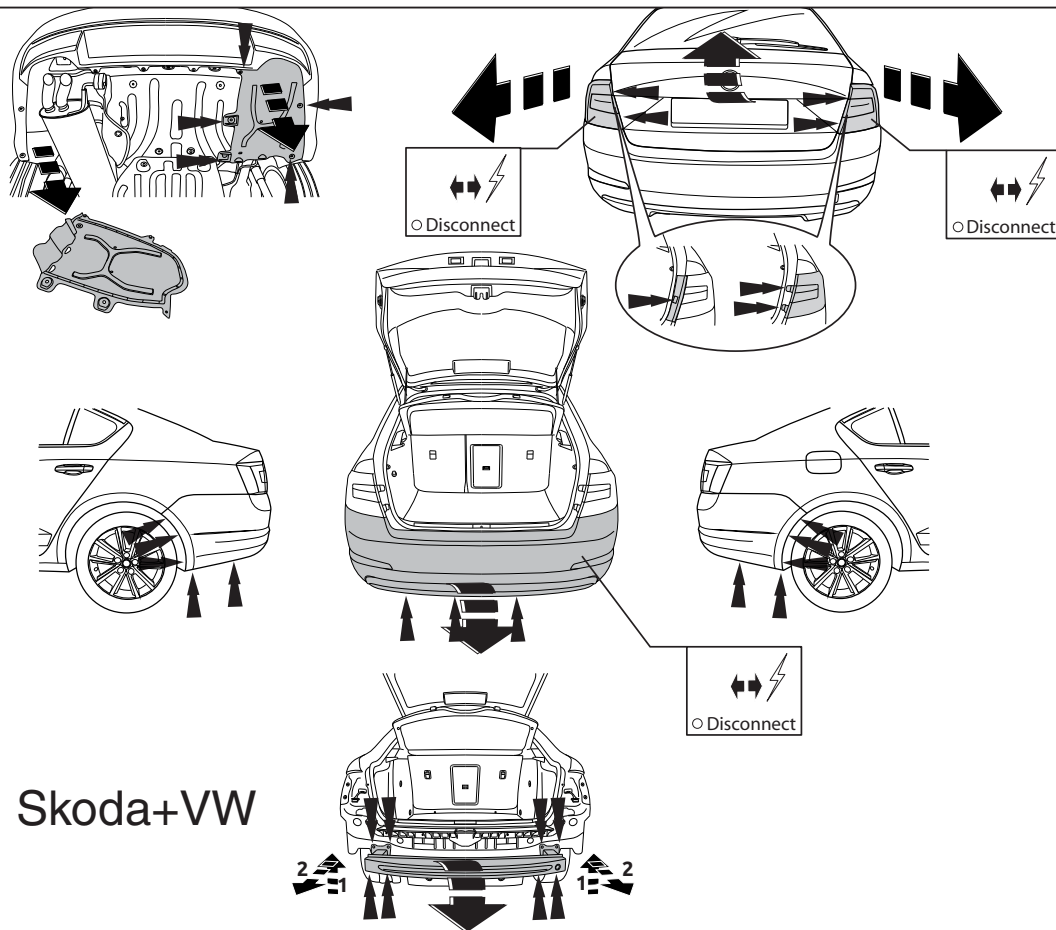

Fig.1
2. Снять пластмассовые защитные колпаки. Снять бампер вместе со стальным буферным брусом автомобиля. Буферный брус больше не понадобится. Поставить болты на место. См. рисунок 1; 1а.